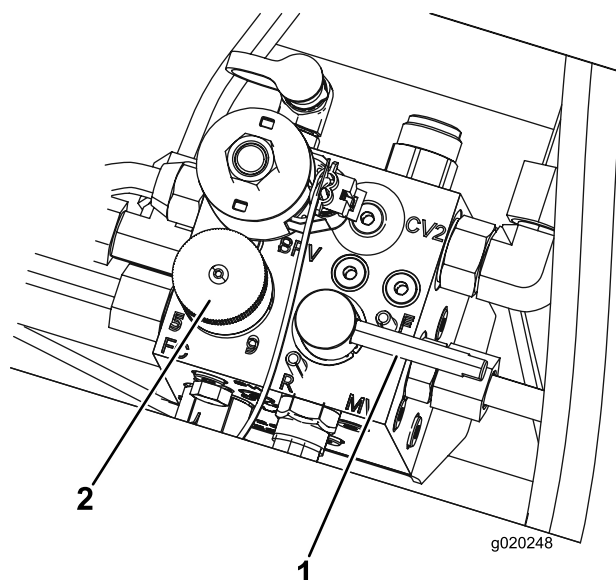

Figura 66
5. Impostate il regolatore della velocità del cilindro in posizione 1 (Figura 66).
6. Sposate la leva di lappatura in posizione R (lappatura) (Figura 66).